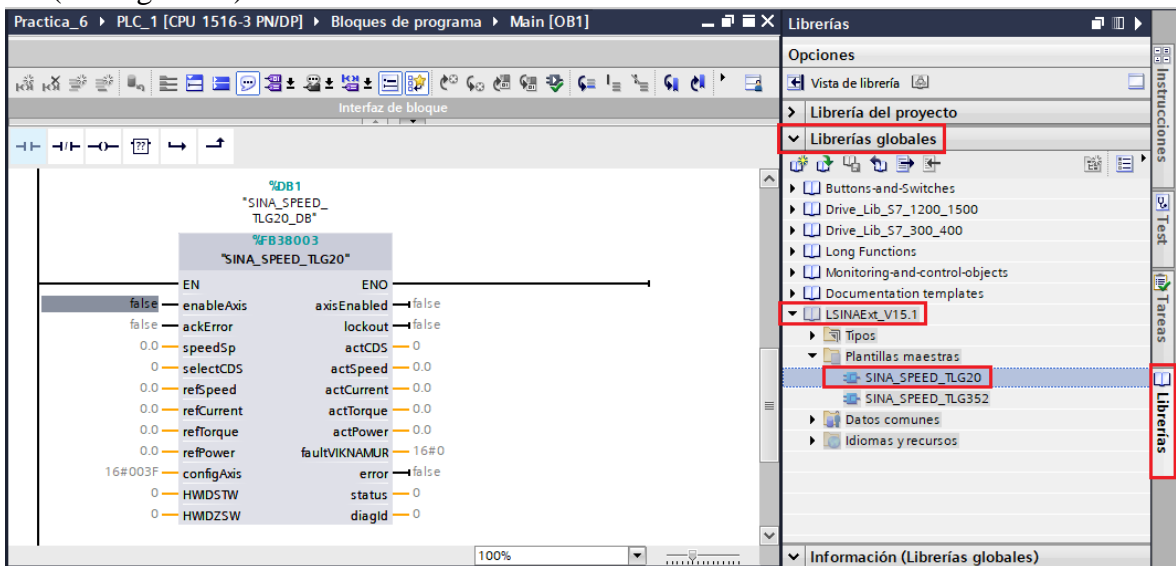

Figura 27. Agregar telegrama SINA_SPEED_TLG20.
- En el segundo segmento se debe agregar el Telegrama de comunicación 20, para ello debe ubicarse en “**Librerías**” / “**Librerías globales**” / “**LSINAEExt_V15.1**” / “**Plantillas maestras**” (ver Figura 27).